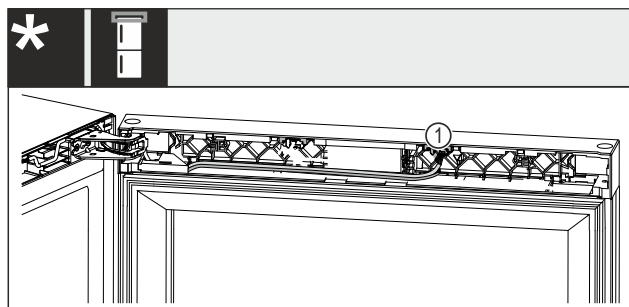

Fig. 22 Kombinált borhűtő-fagyasztókészülékek*
► Húzza ki a dugót Fig. 22 (1) a házából.*